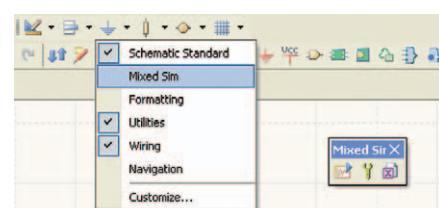

Рис. 3. Добавление панели *Mixed Sim*
**Шаг 7 – установка параметров анализа.** Для моделирования используется специальная панель *Mixed Sim*, которая в Altium Designer по умолчанию скрыта. Чтобы отобразить эту панель в рабочей области, необходимо нажать правой кнопкой мыши на любой панели инструментов и в выпадающем списке указать нужную панель (см. рис. 3).